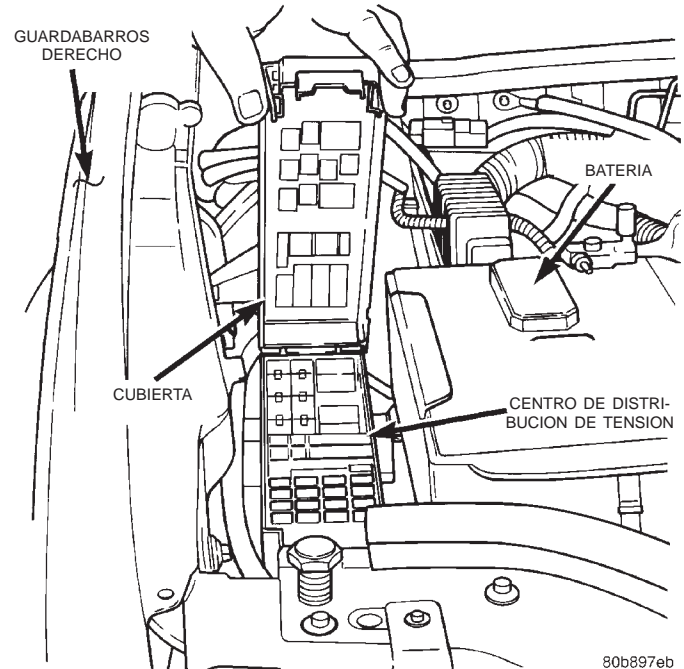

Fig. 14 Centro de distribución de tensión
(1) Desconecte y aisle el cable negativo de la batería.
(2) Retire la cubierta del Centro de distribución de tensión (PDC) (Fig. 14).
(3) Para informarse sobre identificación y localización del relé del motor de arranque, consulte la etiqueta de disposición de fusibles y relés, adherida en la superficie interior de la cubierta del PDC.